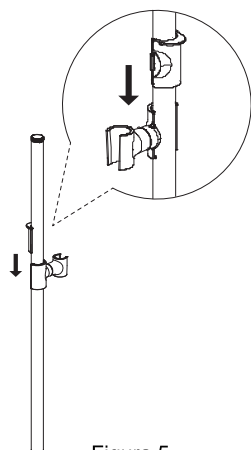
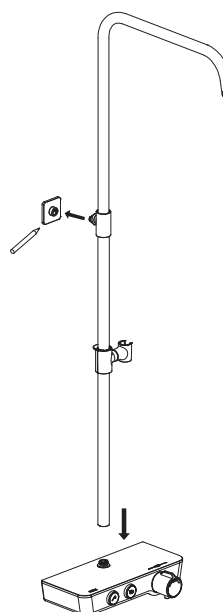

Figura 5
Figura 7
a) Conecte el rail elevador a la barra de ducha termostática (Figura 5/6) y marque la posición del conector del tubo en la pared (Figura 7).